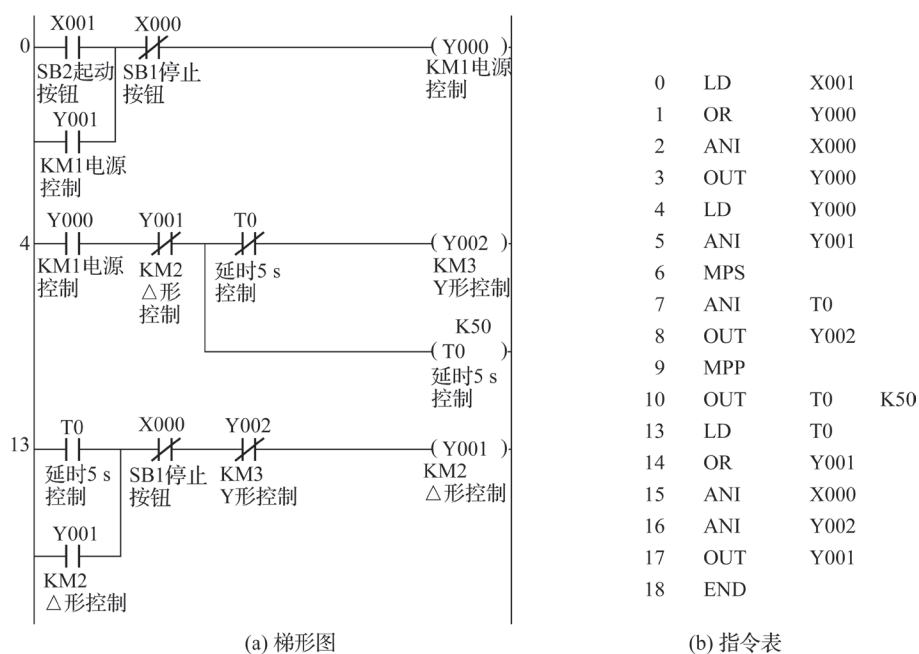

图 2-3-9 三相异步电动机 Y-Δ 降压启动控制方案一
(1) 采用串、并联及输出指令进行设计, 梯形图及指令表如图 2-3-9 所示。